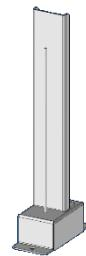

図 11-1
- ・ DO161, DO221 液位ゲージにて確認 (図 11-1)